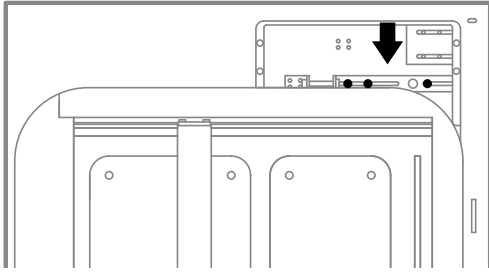

Abb. 12.64 Löse die drei Schrauben des Feststellmechanismus.
9. Um die Antriebskordel zu spannen, nimm einen 7-mm-Schlüssel und löse die drei in Abbildung 12.64 markierten Schrauben.
11. Ziehe die drei in Abbildung 12.64 markierten Schrauben mit einem 7-mm-Schlüssel fest.